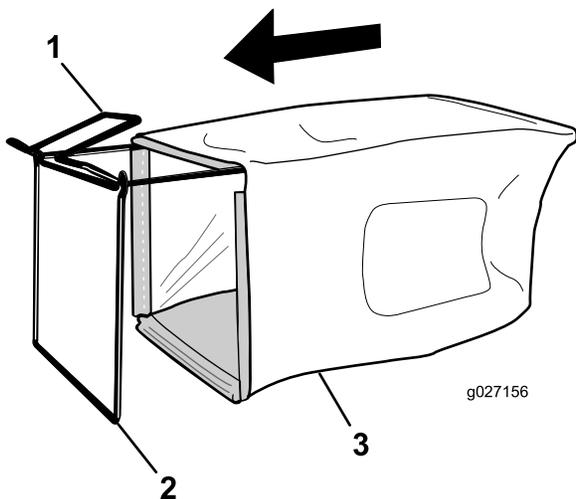

図 11
1. 図 11 に示すように、フレームにバッグを取り付ける。
注 ハンドルにバッグを被せないでください 図 11。